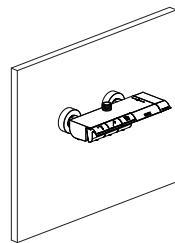

Abbildung 2
- b) Wickeln Sie das Teflonband gegen den Uhrzeigersinn auf das Gewinde des G1/2-Endes des gebogenen Anschlusses und verbinden Sie es mit den Warm- und Kaltwasserauslässen mit einem Schraubenschlüssel. Lassen Sie eine angemessene Tiefe aus der Wand heraus und stellen Sie den Abstand zwischen den beiden Anschlüssen entsprechend der Breite des Einlasses an der Thermmostat-Duschstange ein (Abbildung 2).
- e) Schließen Sie die Thermostat-Brausestange an die gebogenen Anschlüsse an (Abbildung 2). Die linke Seite ist für Warmwasser und die rechte Seite für Kaltwasser.